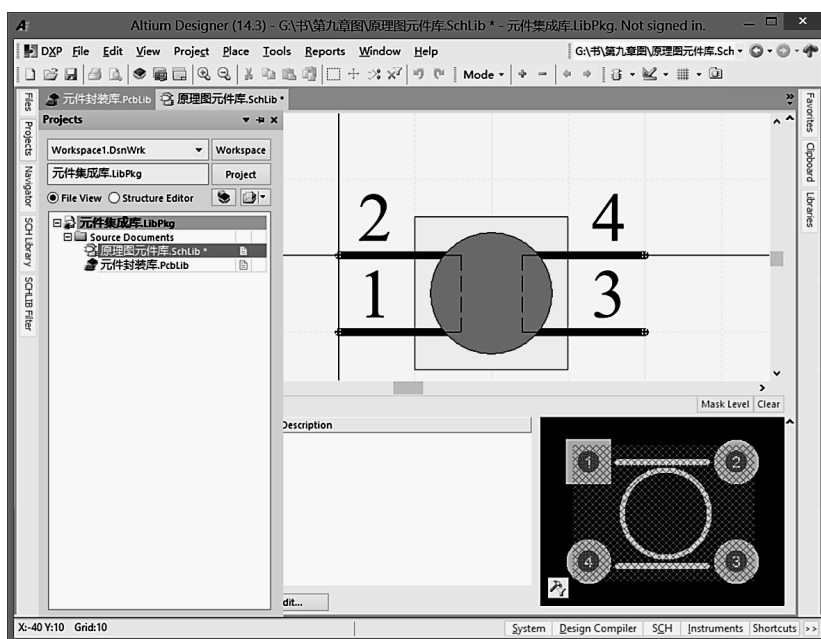

图 9-7-19 关联封装后的原理图符号
④ 单击【OK】按钮，则可以在“原理图元件库.SchLib”中显示所添加的封装，如图 9-7-19 所示。